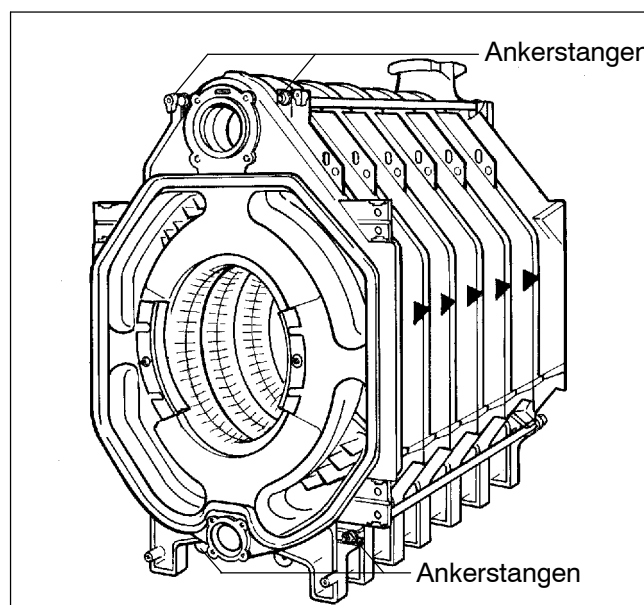

Abb. 14
- Ankerstangen links und rechts, oben und unten neben den Naben des Kessels in die Gußnocken einsetzen (Abb. 14).